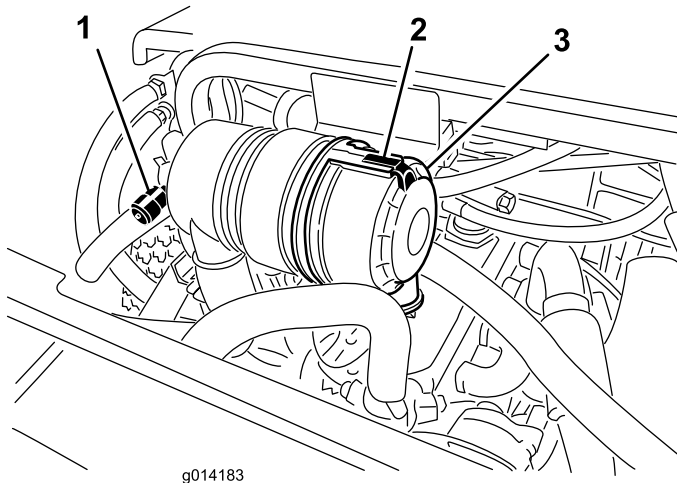

図 43
エア・クリーナの整備はインジケータ（図 43）が赤色になってから行ってください。早めに整備を行っても意味がありません。むしろフィルタを外したときにエンジン内部に異物を入れてしまう危険が大きくなります。
1. エア・クリーナのカバーをボディーに固定しているラッチを外す(図 43)。